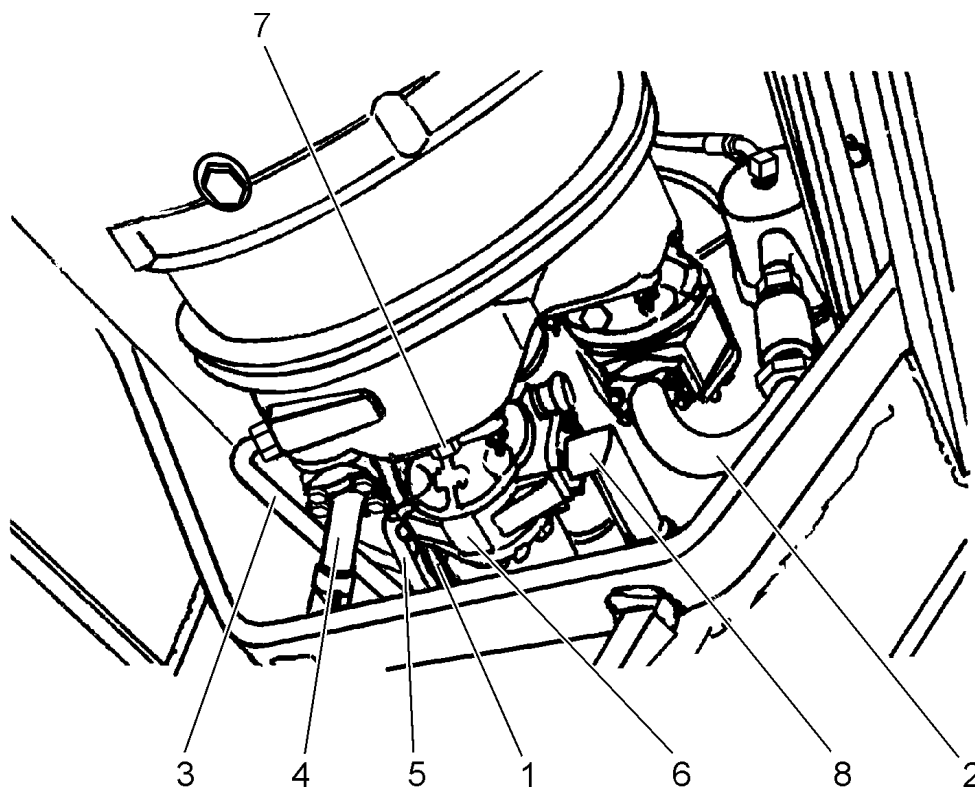

Рис. 7В.7. Точки отсоединения гидротрансформатора (вид снизу)
12. Легко натянуть тросы подъемника и выкрутить болты (9, Рис. 7В.6.). Отодвинуть гидротрансформатор от корпуса маховика и вынуть из машины гидротрансформатор с насосами.
13. Открутить по четыре гайки, крепящие к гидротрансформатор каждый насос. Снять с гидротрансформатора насос (2, Рис. 7В.6.) рабочей гидросистемы, насос (6) гидросистемы поворота и насос (6, Рис. 7В.7.) трансмиссии.